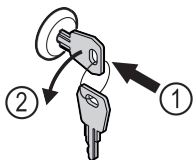

Fig. 207
- ▶ Пъхнете ключа. Fig. 207 (1)
- ▶ Завъртете го на 90° обратно на часовниковата стрелка. Fig. 207 (2)